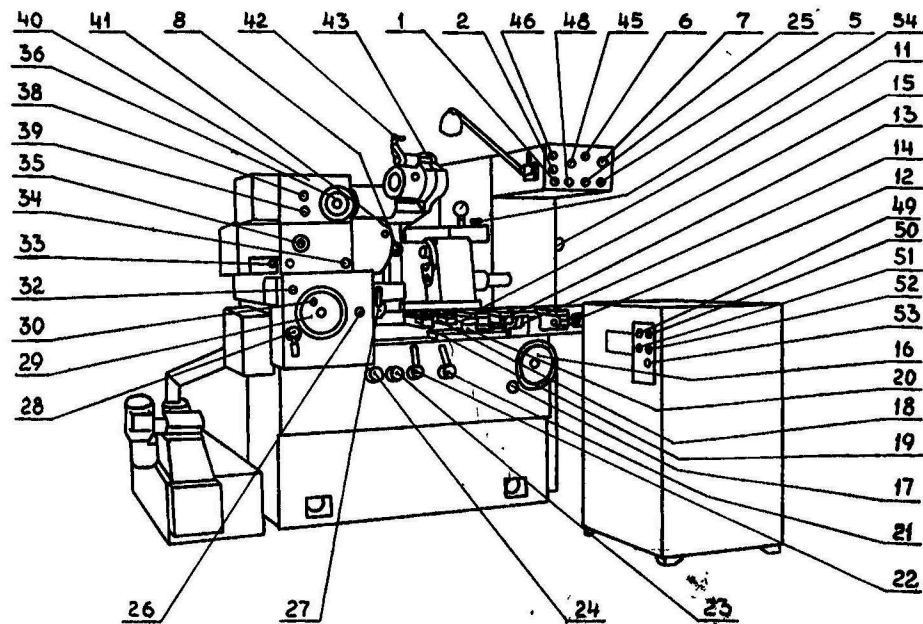

Рис. 3. Общий вид станка модели 3К225А с обозначением органов управления и наладки
1.3.1. Общие виды станков с обозначением органов управления показаны на рис. 3, 4.
* Позиции на рис. 3, 4 не показаны.